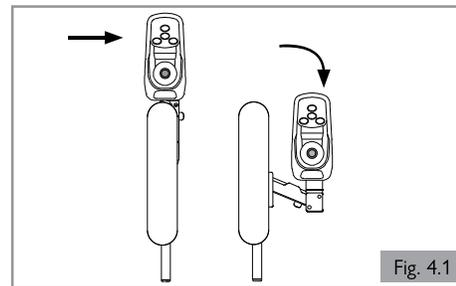

Fig. 4.1
1. Cuando esté usando la oscilación paralela, use la silla de ruedas únicamente a una velocidad baja y maniobrable. (Fig. 4.1)